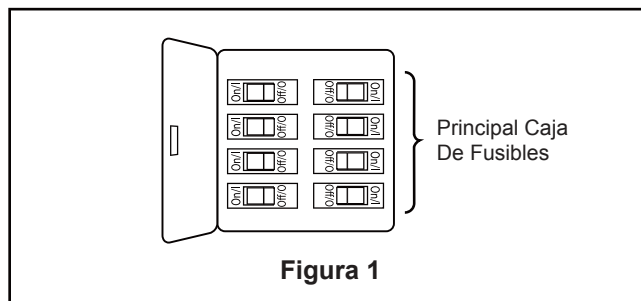

Figura 1
1. Extraiga la pieza de la bola colgante de la unidad de la bola colgante / varilla aflojando el tornillo de presión de la bola colgante y retire los dos tornillos y guarde los tornillos para pasos posteriores. Hasta que la bola se libere de la varilla. Retire el pasador del barril y luego extraiga la semiesfera. Conserve el pasador y la semiesfera para su reinstalación en el Paso 6. (Figura 1)
Para evitar una posible descarga eléctrica, asegúrese de cortar la alimentación eléctrica de la caja de fusibles principal antes de colgar el ventilador. (Figura 1)